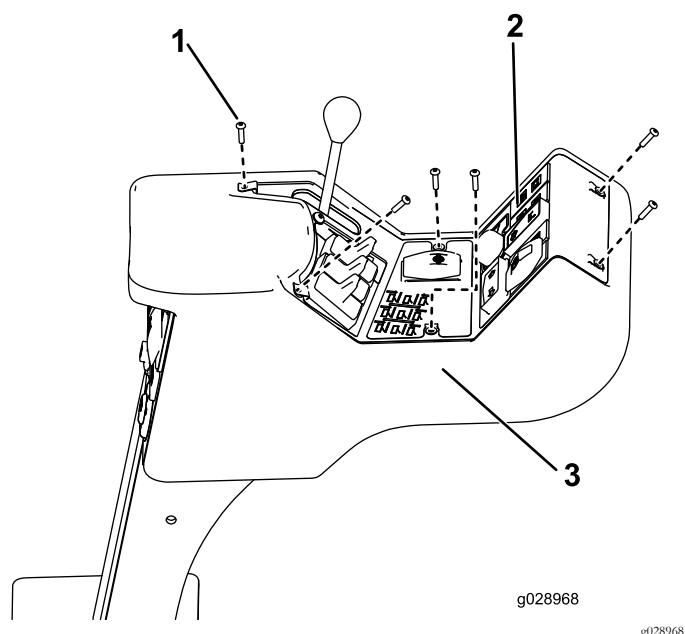

Figura 22
1. Retire los 6 tornillos que sujetan el panel de control a la consola (Figura 22).
4. Vuelva a colocar el panel de control, asegurándose de que no se haya desconectado ningún conector y de que ningún cable haya quedado aprisionado (véase Figura 22).